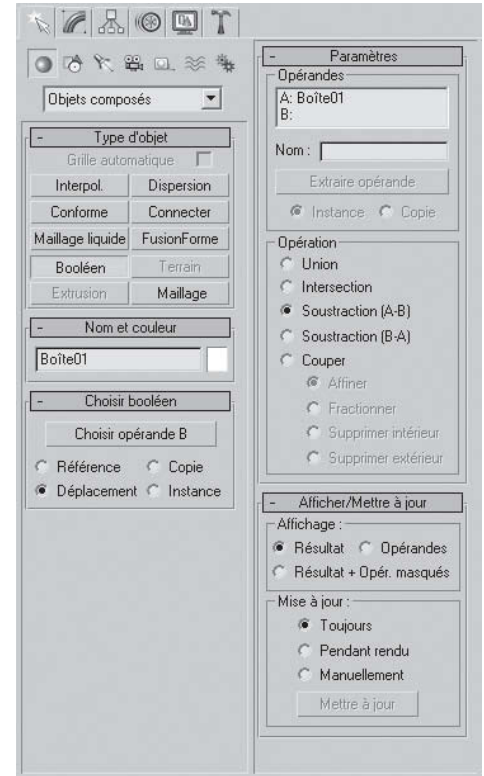

Fig.2.65
- 3 Sur le panneau déroulant **Choisir booléen** (fig.2.65), sélectionnez la méthode de copie pour l'opérande : Référence, Déplacer, Copie ou Instance.